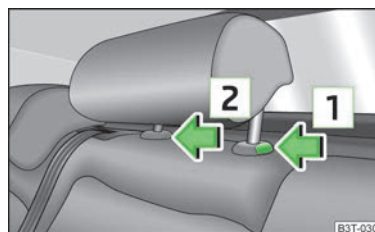

Fig. 59
- Pulsar el seguro en sentido de la flecha [1] » fig. 59, presionando al mismo tiempo con un destornillador plano con un ancho de 5 mm como máx. el seguro en el orificio [2], y retirar el reposacabezas.